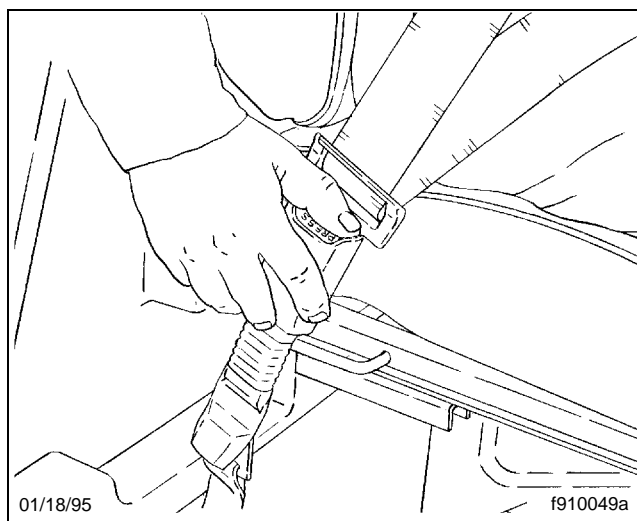

Fig. 5.20, Libération de la ceinture de sécurité à trois points
4. Pour détacher la ceinture de sécurité à trois points, appuyez sur le bouton de la boucle comme l'illustre la **Fig. 5.20**. Si le loquet Komfort Latch a été utilisé, dégagez-le en tirant brusquement sur la ceinture. Si vous vous penchez vers l'avant contre le baudrier, le loquet